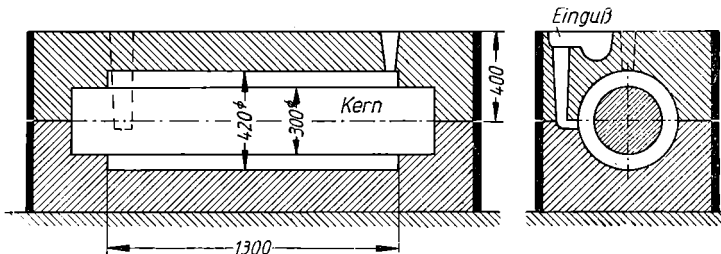

Bild 242
56. Eine hohlzylindrische Büchse von 420 mm Außendurchmesser, 300 mm Bohrung und 1300 mm Länge ist in zwei aufeinandergesetzten Formkästen eingeformt (Bild 242). Die Oberkante des Einguß- und des Steigtrichters liegt 400 mm über der Teilebene beider Formkästen. Die Wichte des Kerns ist $1,4 \text{ kp/dm}^3$. Wie groß muß die Belastung des Oberkastens einschließlich Eigengewichts mindestens gemacht werden, damit er nicht durch den Auftrieb von flüssigem Grauguß (Wichte $7,2 \text{ kp/dm}^3$) angehoben wird?